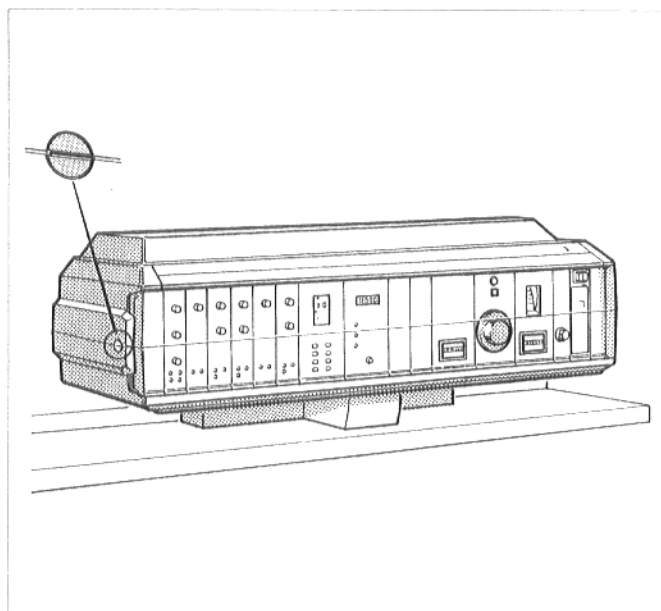

Рис. 1. Регулятор; устранить прозрачное покрытие
- Установить шлиц винтов прозрачного покрытия обоих регуляторов, в горизонтальное положение, например, при помощи монеты (рис. 1). Снять прозрачное покрытие в направлении вперед.
- Установить шлиц винтов прозрачного покрытия регулятора (рис. 1), в горизонтальное положение, например, при помощи монеты. Снять прозрачное покрытие в направлении вперед.